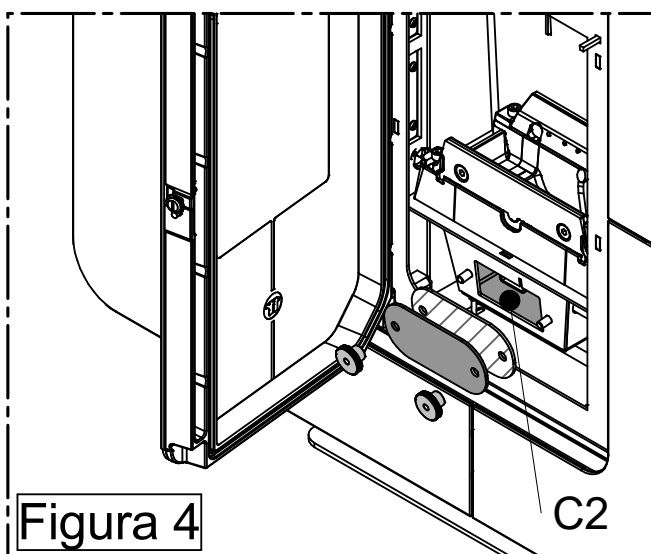

Figura 4
- Aspire la ceniza del compartimiento **C2** (figura 4). Al volver a colocar la tapa de inspección, verifique la integridad de la junta. Si es necesario, sustitúyala.